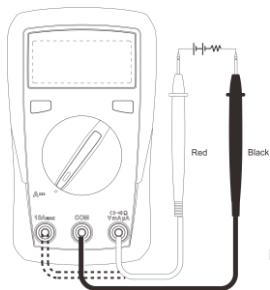

Figure 3
6. Mesure du courant continu (voir Figure 3)
7. Mesure du courant alternatif (uniquement pour UT131A, voir Figure 3)
Veuillez vous référer à la section 6 « Mesure du courant continu (voir Figure 3) »